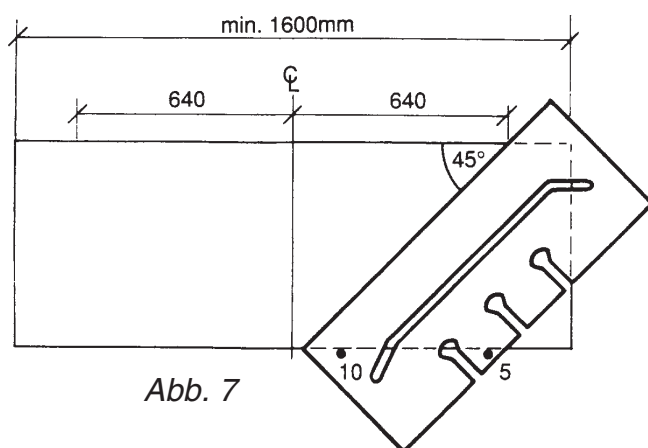

Abb. 7
1. Arbeitsplatte zuschneiden gemäss Abb. 7.
4. Frässhablone gemäss Abb. 7 auf der Arbeitsplatte positionieren.
4. Frässhablone im Spiegelbild positionieren wie Abb. 7.